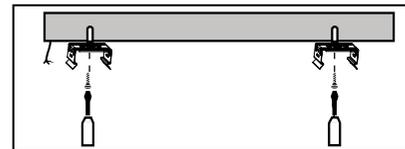

Рис. 2
- Нанесите и просверлите по два отверстия для каждой монтажной скобы на поверхности стены или потолка по месту установки в соответствии с перфорацией монтажной скобы (рис. 2). Расстояние между скобами не должно превышать 3/4 от длины светильника.